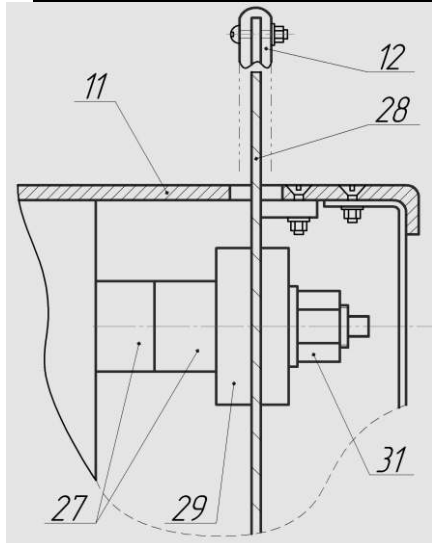
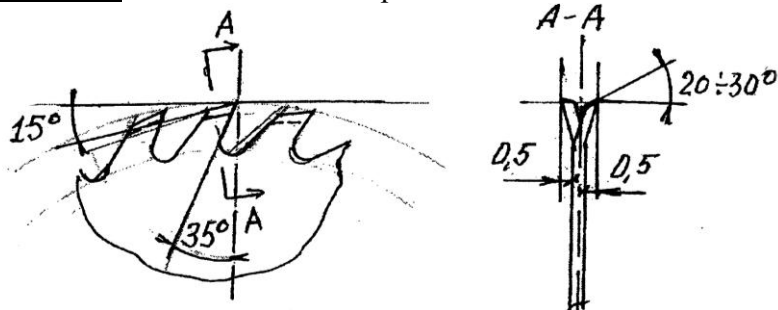

Рис. 3
Рис. 4
Операции, выполняемые на станке, показаны на Рис.3÷12. Стрелками указано направление движения режущего инструмента и подача. Оператор всегда должен находиться со стороны подачи, слева или справа от станка в стороне от режущего инструмента.
- **Рис.3** - Застопорив деревянным брусом строгальный вал, открутить гайку (31) крепления шайб и втулок на конце вала;
- Установить на вал две втулки (27), шайбу пилы (29), пильный диск (28) между шайбой (29), плоскую зажимную шайбу на диаметр Ø24, плоскую шайбу на диаметр Ø16 и зажать весь пакет гайкой крепления (31) на конце вала;
**Внимание!:** Пила должна быть разведена и заточена - см. Рис.4;